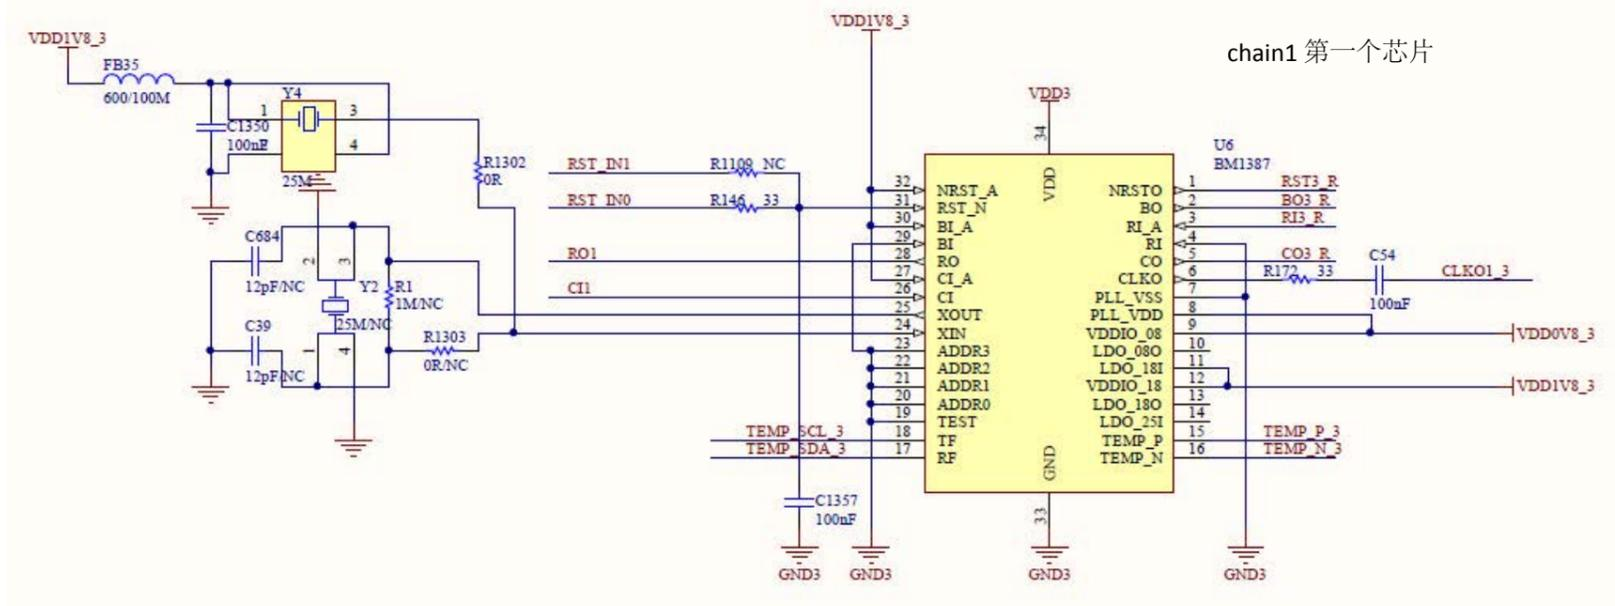

图 5、T9+运算板正面各关键电路
2)、电压域：全板有 18 个电压域，每个电压域有三个芯片。同电压域里的 3 个芯片供电为关联供电，关联后再与其他电压域串联。3 个芯片电路结构完全一样如下图 5 所示：